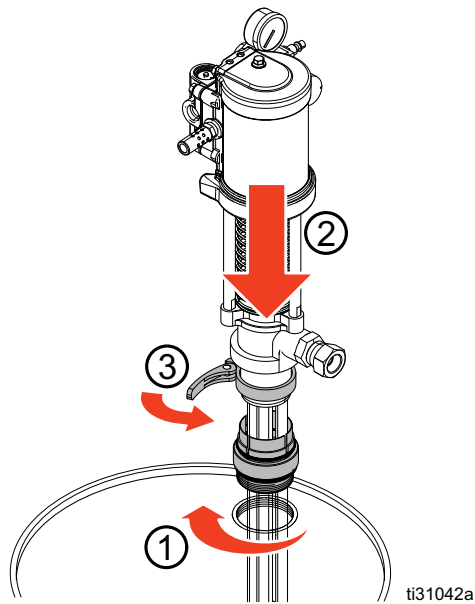

ABB. 9
6. Dichtung auf korrekten Sitz prüfen und Spundlochadapter sicher in das Spundloch des Fasses (1) schrauben. Pumpe durch den Adapter (2) einführen und sichern (3). Siehe ABB. 9.